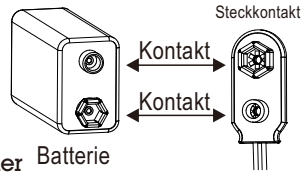

Abbildung 4
2. Entfernen Sie die leere Batterie und schließen Sie die volle Batterie wieder an den Anschluss an, wie in Abbildung 4 gezeigt.